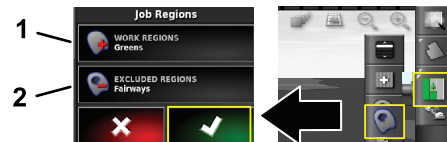

Figura 10
5. Selezionate la zona di lavoro (Figura 10) che state irrorando, cioè fairway, green, tee ecc.).
6. Selezionate la/le zona/e esclusa/e che non irrorerete (bunker, alberi, ostacoli ecc.), come illustrato nella Figura 10.